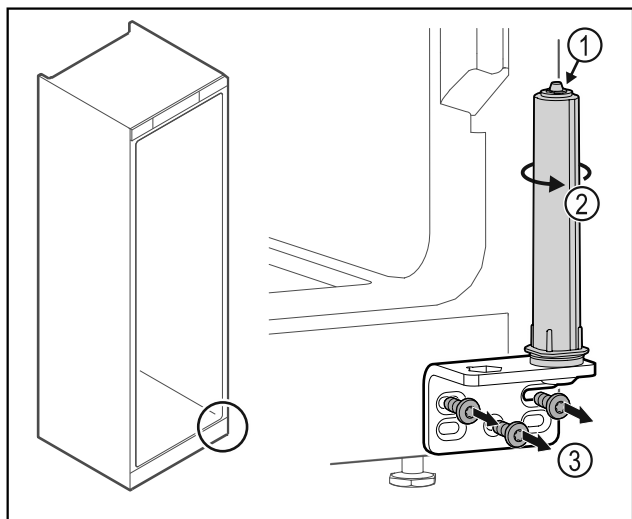

Fig. 18
- ▶ Systemu blokującego drzwi nie należy demontować Fig. 18 (1).
- ▶ System blokujący Fig. 18 (2) obrócić do momentu, aż kliknie.
- ▶ Odkręcić zawias Fig. 18 (3).